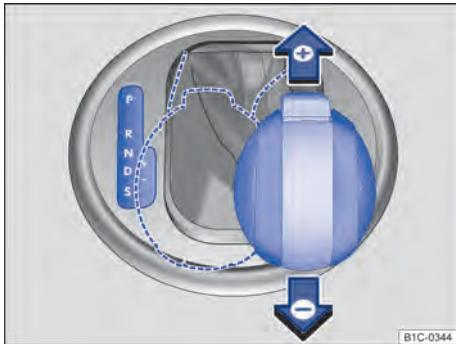

Fig. 113 Alavanca seletora na posição Tiptronic (veículos com direção à esquerda). Veículos com direção à direita são espelhados.
- Mover a alavanca seletora para frente $\textcircled{+}$ ou para trás $\textcircled{-}$ para aumentar ou diminuir a marcha \Rightarrow Fig. 113.